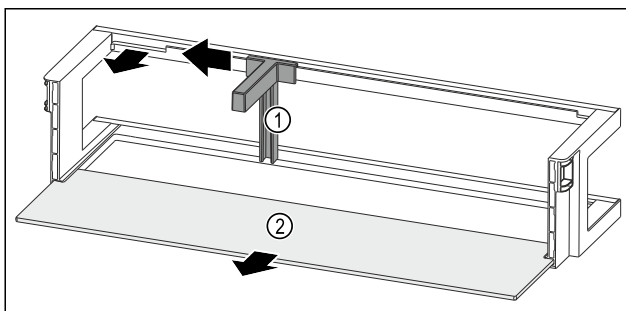

Fig. 89 Odkladací priestor vo dverách s držiakom fľaš a odkladacou plochou
- ▶ Potlačte držiak fľaš Fig. 89 (1) až k vybraniu do strany.
- ▶ Odoberte držiak fľaš Fig. 89 (1).
- ▶ Odoberte odkladaciu plochu Fig. 89 (2).